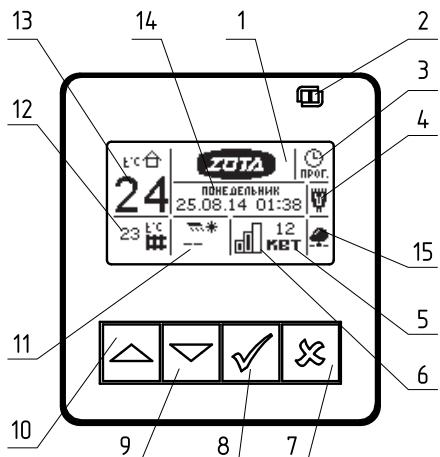

Рис. 2 Расположение органов управления и индикации на передней панели
5.3. Управление работой электроводонагревателя производится от блока индикации (7), выполняющего функции автоматического поддержания температуры теплоносителя, воздуха в помещении, защиты от перегрузки, перегрева теплоносителя, перегрева твердотельных реле, короткого замыкания, а также сигнализации режимов работы электроводонагревателя. Расположение органов управления и индикации на передней панели блока индикации показано на Рис.2.
7.5. Включите вводной автомат (13) в положение «ВКЛЮЧЕНО» вместе с дистанционным расцепителем. Переведите выключатель (15) в положение ВКЛ. Нажмите и удерживайте кнопку «ВВОД» в течении трех секунд до погасания индикатора ждущего режима (2) Рис. 2 и включения подсветки дисплея. Котел перейдет во включенное состояние.
Для подготовки первого включения электроводонагревателя после монтажа необходимо включить вводной автомат (13) Рис.1 вместе с дистанционным расцепителем в верхнее положение. Перевести выключатель (15) в положение ВКЛ. После этого на блок индикации подается питающее напряжение, он переходит в ждущий режим и загорается индикатор (2) Рис.2.
8.2. Для включения котла удерживать кнопку «ВВОД» на передней панели блок индикации в течении трех секунд, после этого гаснет индикатор (2) Рис.2 и котёл переходит в рабочий режим. После перехода в рабочий режим появляется основной экран, который отображает текущие параметры работы котла: